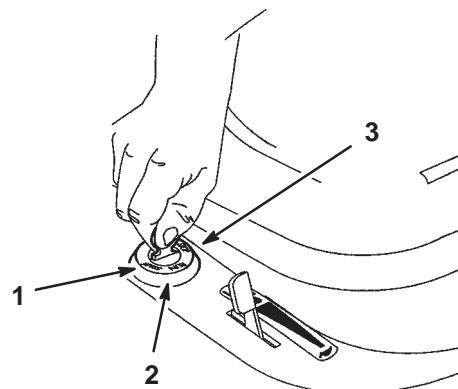

Bild 9
- Drehen Sie den Zündschlüssel im Uhrzeigersinn und halten ihn auf „Start“ (Bild 9). Lassen Sie den Schlüssel sofort los, wenn der Motor anspringt.
- Stellen Sie den Zündschlüssel auf „Stopp“ (Bild 9).